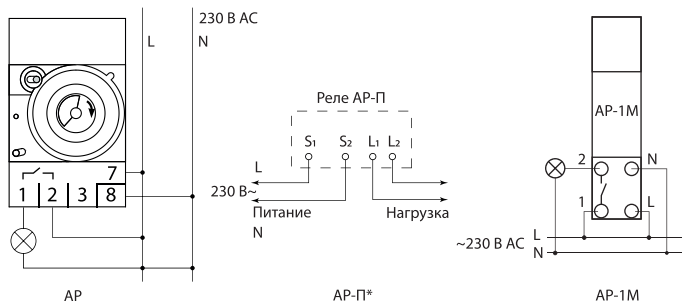

Рисунок 5. Электрические схемы подключения реле AP, AP-П и AP-1M
7.1. Подключение и установка текущего времени. Подать питание от сети переменного тока напряжением 230 В, частоты 50 Гц на контактные зажимы (см. рисунок 5):